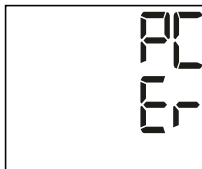

Abb. 2
■ Bei einer nicht erfolgreichen Datenübertragung wird die Fehlermeldung wie in Abb. 2 auf dem Display des Blutdruckmessgerätes angezeigt.